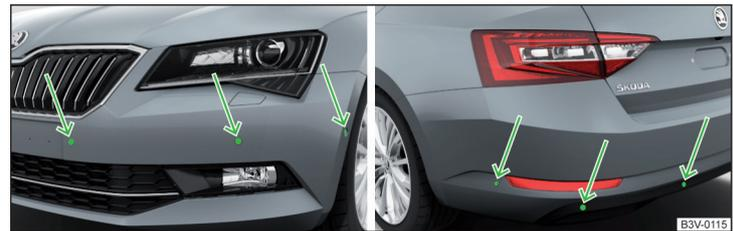

Abb. 270 Verbauport der Sensoren auf der linken Fahrzeugseite: vorn / hinten
- Die Systemsensoren » Abb. 270 auf Seite 231 sauber, schnee- sowie eisfrei halten und mit keinerlei Gegenständen abdecken, anderenfalls kann die Systemfunktion eingeschränkt sein.
Das System berechnet mithilfe von Ultraschallwellen den Abstand zwischen dem Stoßfänger und einem Hindernis. Die Ultraschallsensoren befinden sich je nach Fahrzeugausstattung im hinteren bzw. auch im vorderen Stoßfänger » Abb. 270.